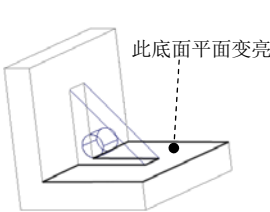

图 7.3.13 操作过程（五）
(3) 此时模型中图 7.3.13 所示的参考平面变亮, 系统提示以参考颜色为边输入提示: ; 输入提示信息 flo, 按回车键。